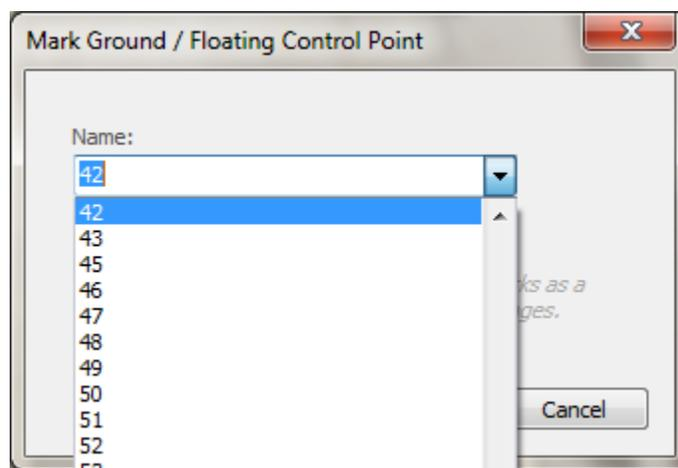

图 65: 标记控制点
5. 单击“名称”下拉框（图 65）中的箭头并根据名称选择相关控制点，并且现场草图（或图像）处理现场测量的控制点。